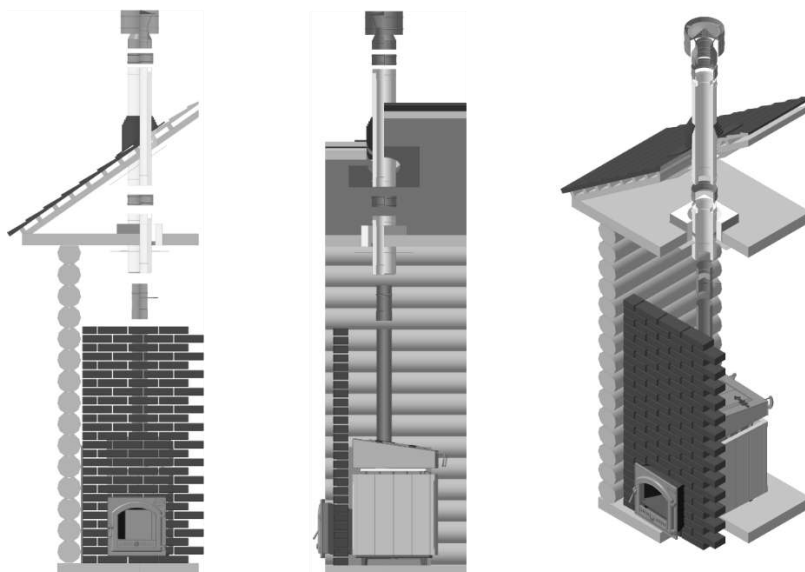

Рис. 10. Схема установки печи
2.2.1. Рекомендуемая схема установки печи приведена на рис. 10.